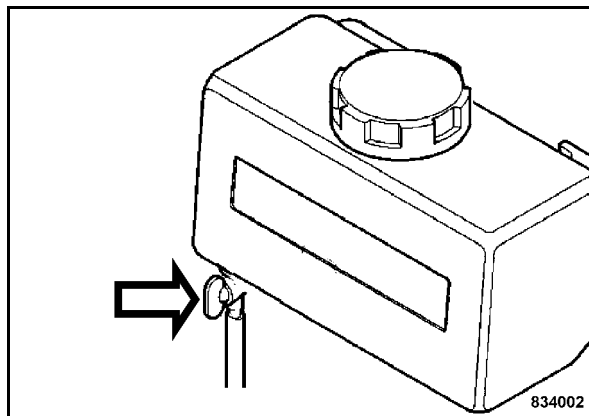

рис. 25
- Повернуть перекидной рычаг запорного крана (рис. 25) в направление потока.